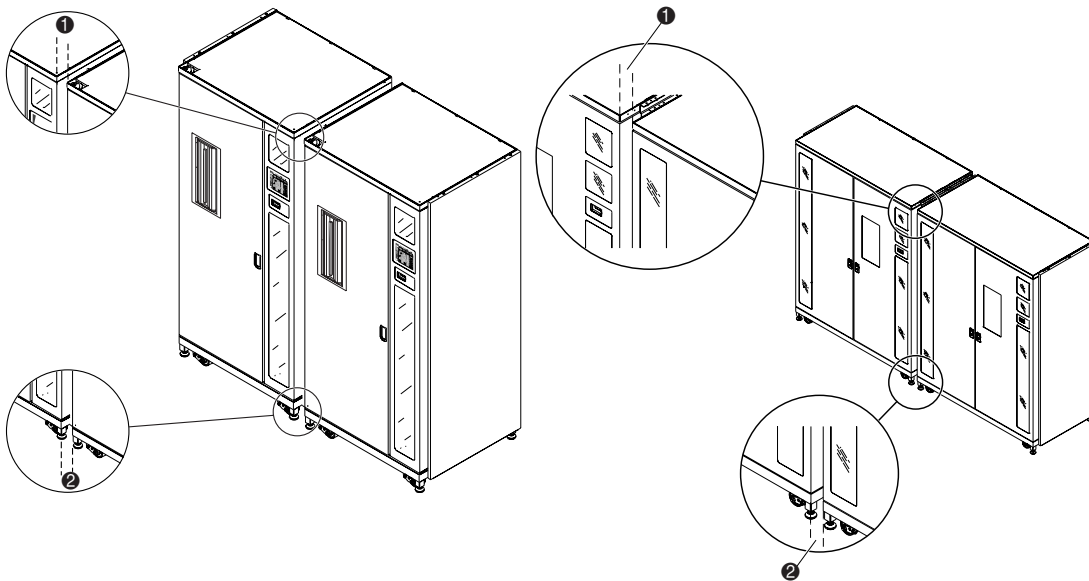

Figura 2-13. Espacio entre bibliotecas
1. Mida la distancia entre las bibliotecas de la parte superior ❶ e inferior ❷ de los receptáculos (consulte la Figura 2-13).